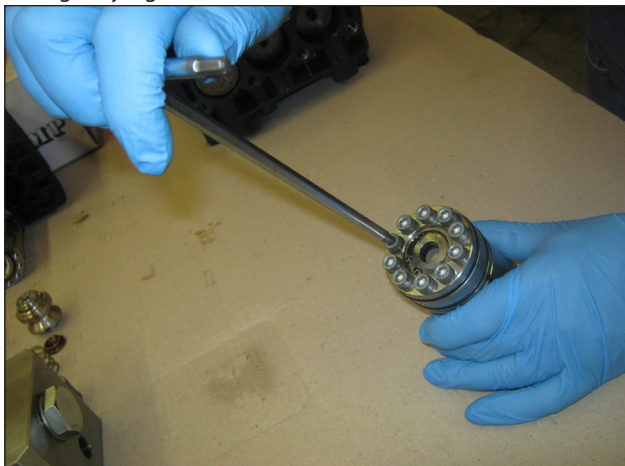

Fig. 31
- Extraer los tornillos M6x65 que fijan el soporte de las juntas HP a la camisa como se indica en la Fig. 31 y desmontar todos los componentes como se indica en las Fig. 32 y Fig. 33.